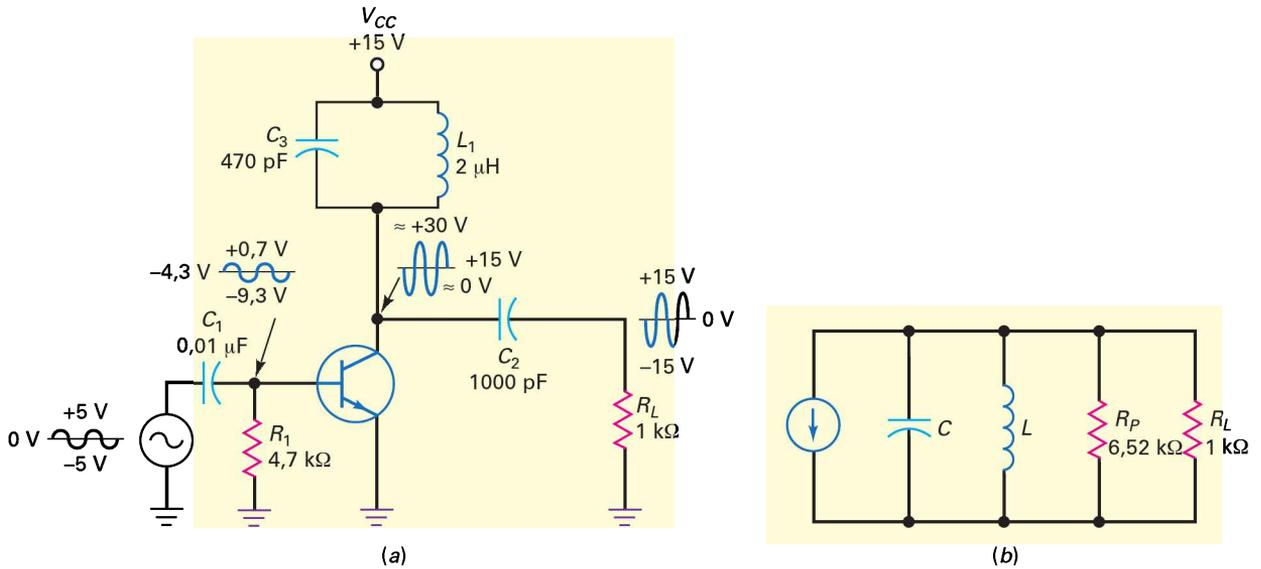

Figure 10.33
Si Q_L vaut 100 dans la figure 10.33, quelle est la bande passante de l'amplificateur ?
10.13 Avez-vous compris ? Reprendre la figure 10.33. Si V_{CC} vaut +12 V, quelle est la puissance dissipée dans le pire des cas ?